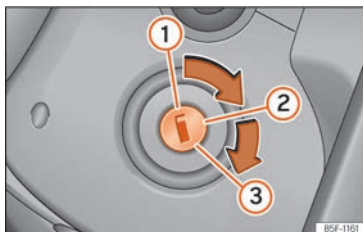

Fig. 132 Posições da chave da ignição.
Posições da chave »» **Fig. 132**
- Rode a chave para a posição **» Fig. 132 ②**. Em veículos diesel ocorre o pré-aquecimento .
- Continue a rodar a chave para a posição **» Fig. 132 ③** sem pressionar o acelerador.
- Quando o motor arrancar, solte a chave. Ao soltá-la, a chave volta para a posição **②**.